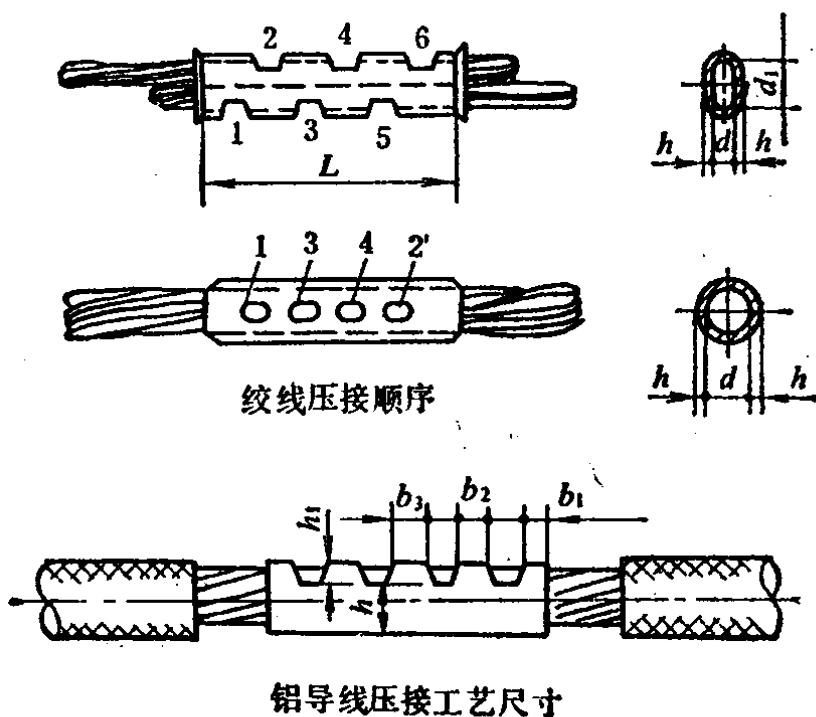

图1-3 铝导线压接
(2) 多股铝绞线的压接。截面在16~240毫米²的铝导线可采用手提式油压钳进行局部压接，如图1-3所示。压接前，先把两根导线端部的绝缘层剥去，每端剥去长度为连接管长度的一半加5毫米，然后，散开线芯，用钢丝刷除去每根导线表面的氧化膜，并涂上凡士林锌粉膏，再把线芯绞合成原形。然后把线芯从两端插入已清除氧化膜和油垢的连接管内，插入长度各占连接管的一半，并相应地划好压坑的标记。根据连接导线截面的大小，选好压模，装到钳口内进
行压接。压坑尺寸及深度见图 1-3 所注工艺尺寸见表 1-3。
压接顺序见图 1-3，压完后，用细齿锉刀锉去压坑边沿